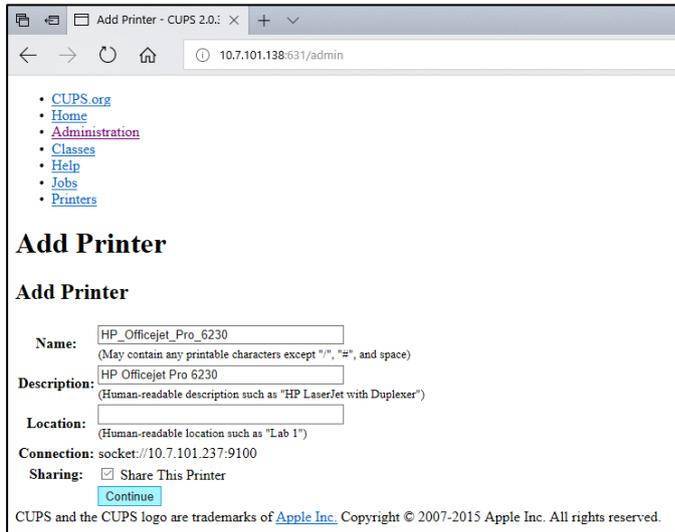

Рис. 76. Экран Add printer (Добавить принтер).
5. Выберите опцию **Share this printer** (Использовать этот принтер совместно) и нажмите **Continue** (Продолжить) (рис. 76, следующая страница).